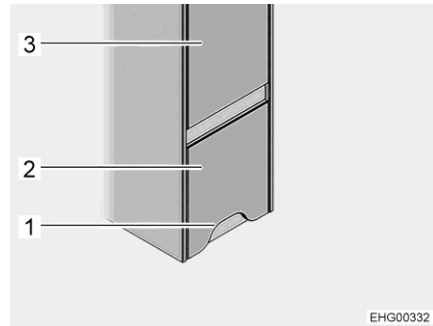
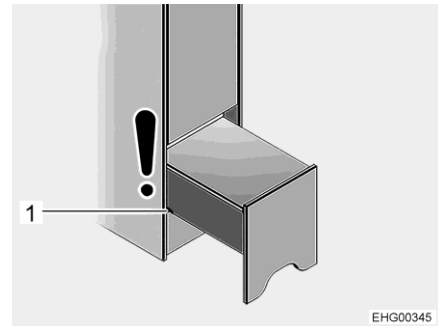

Bild 77 Klättringshjälp (stängd)
Bild 78 Klättringshjälp (nattläge)
Klättringshjälpen är installerad på fordonets högra sida under klädskalet (Bild 77,3) framför den bakre sängen.
- ▷ Toalettrumsdörren ligger mitt emot klättringshjälpen. Så länge klättringshjälpen är endast delvis utdragen ("nattläge", se Bild 78), kan toalettdörren fortfarande öppnas. Om klättringshjälpen dras ut helt för att ge åtkomst till förvaringsfacket, kan toalettrumsdörren inte längre öppnas helt.
- Grip tag i klättringshjälpens (Bild 77,2) utsnitt (Bild 77,1), lyft lätt och dra ut till den första skåran (Bild 78,1) (nattläge).